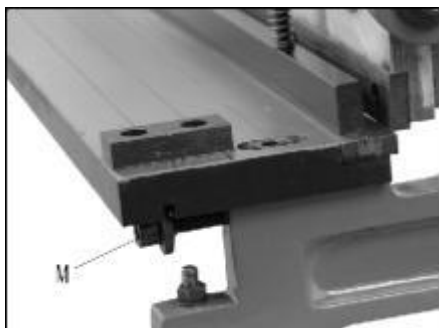

Figura 8
23. Gire los tornillos de ajuste (M, Figura 8) para mover la mesa y cambiar el espacio entre cuchillas. **No permita que las cuchillas sean demasiado superposición.**